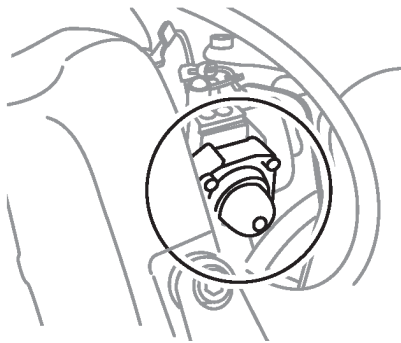

Figure 7. Bulbe de purge
2. Système de purge du carburateur : Appuyez sur le bulbe de purge 4 fois ou jusqu'à ce que vous voyiez du carburant dans le bulbe (Figure 7).